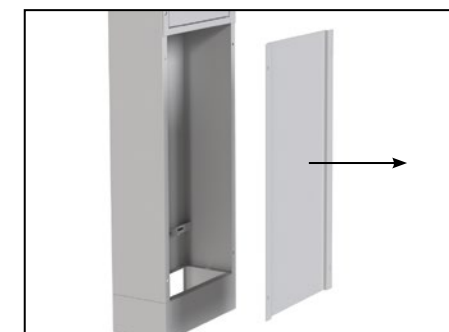

Рис. 46
4.2. Вывернуть 4 винта М4х16 (3.8) и снять панель фасадную (рис. 46). Винты сохранить.